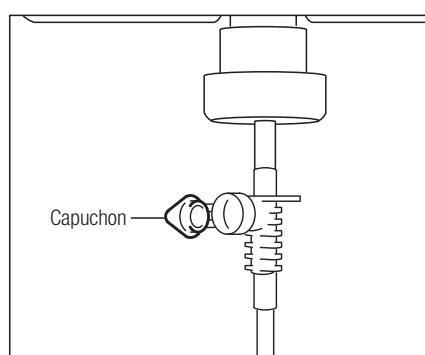

Fig. 12
- 5) Ouvrez le capuchon pour laisser l'air entrer dans l'emballage. (Fig. 12)